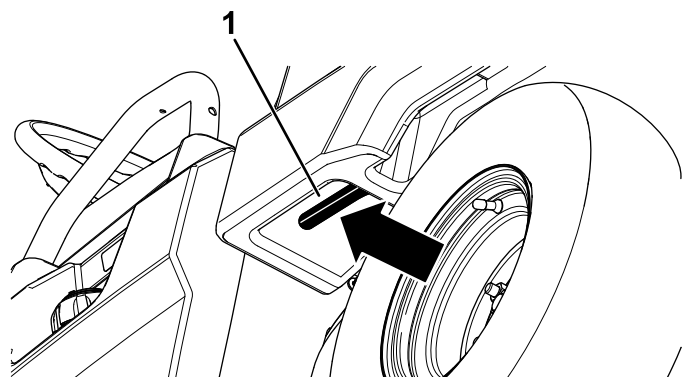

Figura 19
1. Trageți spre dumneavoastră maneta din stânga, din interiorul platformei de încărcare și ridicați platforma (Figura 19).
1. Ridică ușor platforma de încărcare, ridicând maneta de blocare (Figura 19).